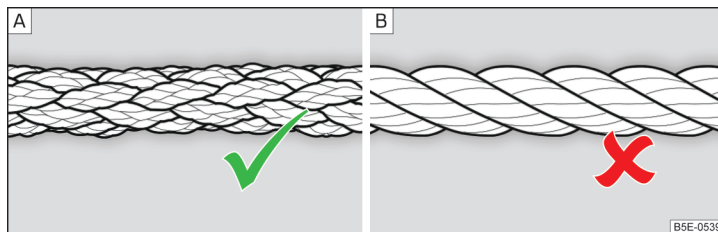

Fig. 156 Cablul de tractare împletit/cablul de tractare înfășurat
Pentru tractarea cu ajutorul unui cablu de tractare, folosiți numai un cablu din fibre sintetice » fig. 156 - **A** » .
- La tractare nu utilizați cablu de tractare înfășurat » **fig. 156** - **B**, cârligul de tractare s-ar putea desface la autovehicul - există pericol de accident.